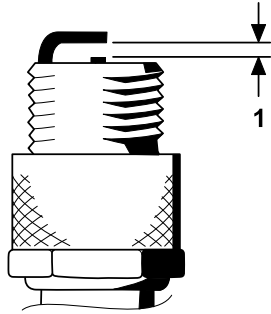

Figure 29
- Réglez l'écartement entre les électrodes centrale et latérale à 0,76 mm (0,030 po), comme montré à la Figure 29.